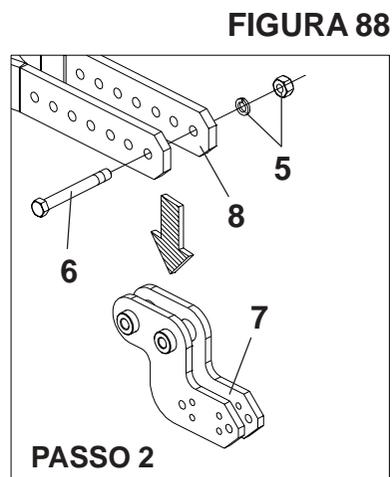

**FIGURA 87**
- Solte as porcas e arruelas (1) e os parafusos (2), retire o sulcador pino fusível (3) do suporte do sulcador (4), **conforme mostra a figura 87.**